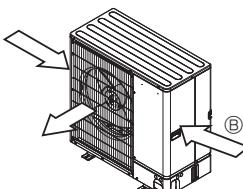

Fig. 2-5
- ③ Posisjoner enheten slik at luftutslippet kan blåse i rett vinkel for sesong vindretning, hvis mulig. (Fig. 2-5)